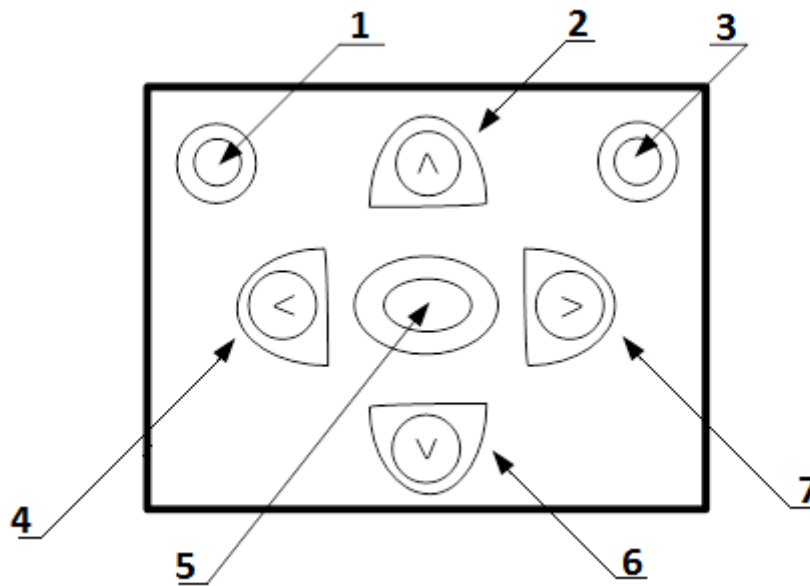

Рисунок 3 Функциональные кнопки и кнопки навигации по меню.
9.7 Кнопки навигации по меню (Рисунок 3.) предназначены для перемещения по пунктам меню и выбора требуемых значений.